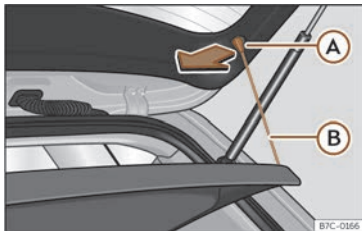

Fig. 113 Dans le coffre à bagages : dépose et repose de la plage arrière.
- Décrochez les tirants de fixation »» **fig. 113 (B)** de leurs logements **(A)**.
- Accrochez les tirants de fixation »» **fig. 113 (B)** sur le capot de coffre.